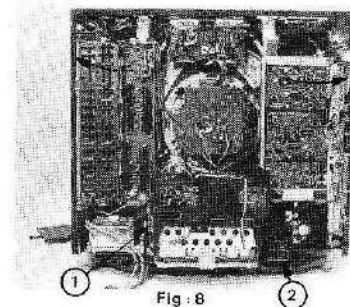
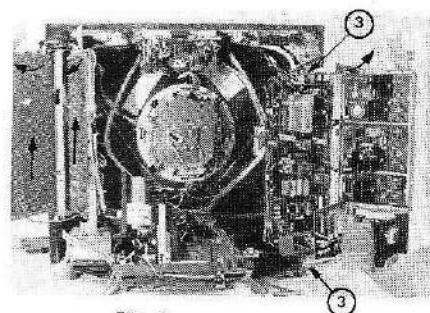

Fig. 8
Fig. 9
a) – Platine Chroma et convergences – (Fig. 8 et 9).
- Au moyen d'un tournevis, dégager le verrou inférieur de l'ensemble. (1).
- Exercer une légère traction de bas en haut sur la platine convergence de façon à la déverrouiller et la faire pivoter au maximum vers la gauche. (Fig. 9).
b) – Bloc Base de temps – (Fig. 8 et 9)
- Au moyen d'un tournevis large et court, dégager le verrou inférieur (2) et faire pivoter l'ensemble vers la droite.
- Dégager les verrous inférieur et supérieur (3) de la platine Base de temps ligne de façon à écarter la platine BTL de l'ensemble BTT transfo de ligne (Fig. 9).